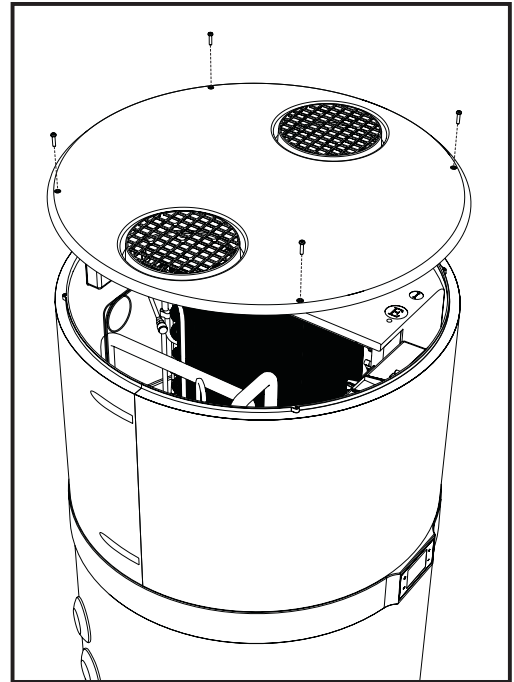

fig. 25 - Rimozione del coperchio superiore
- Rimuovere il coperchio superiore svitando prima le viti di bloccaggio (fig. 25).